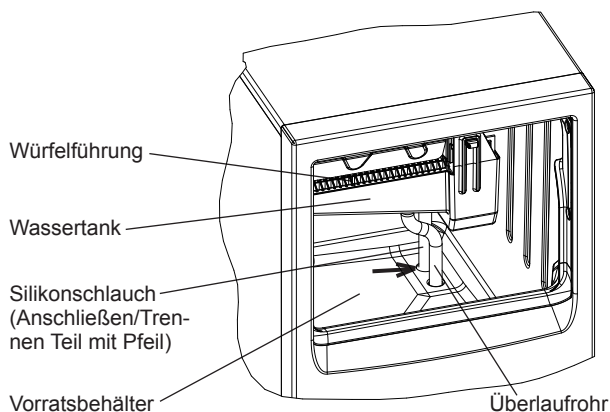

Abb. 5
- 5) Zum Entleeren des Wassertanks den Silikonschlauch trennen. Wenn das ganze Wasser abgelaufen ist, den Silikonschlauch wieder richtig anschließen. Siehe Abb. 5.